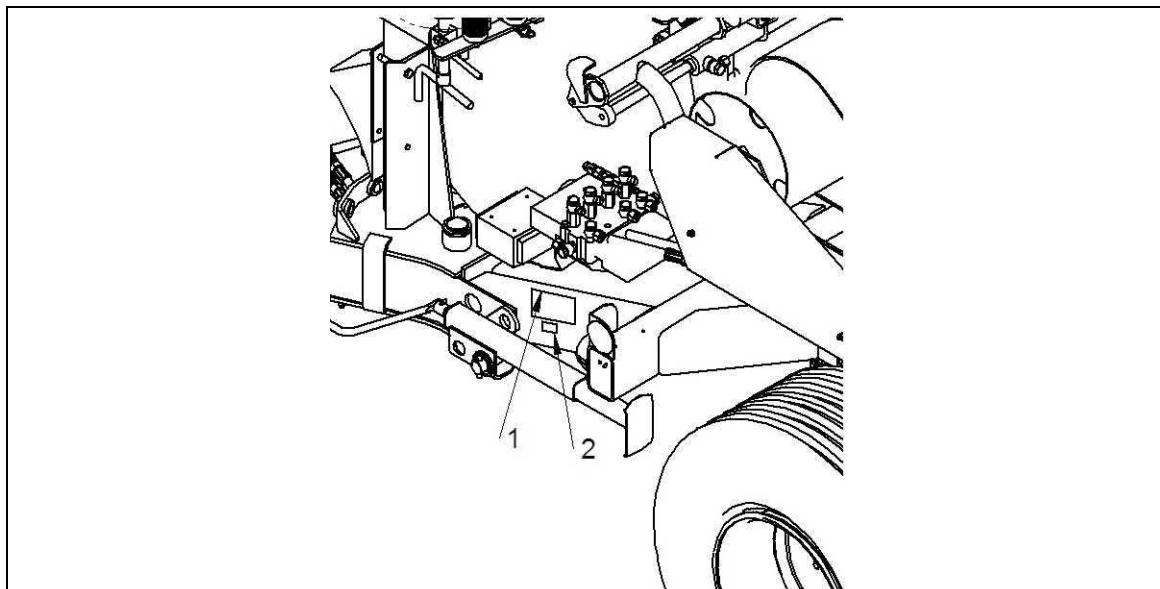

Рис. 11 Вид обозначений:
Заводской щиток находится на головной раме машины с левой стороны машины. Под заводским щитком находится заводской номер обмотчика (см. Рис. 11).
Обмотчик оснащен опорой (8), на которую на опираться обмотчик во время хранения – вертикальное положение (см. Рис. 12) На время работы обмотчиком во время перевозки опору следует повернуть на 90° и предохранить шкворнем в этом положении (Рис. 11), проверить положение с места водителя.